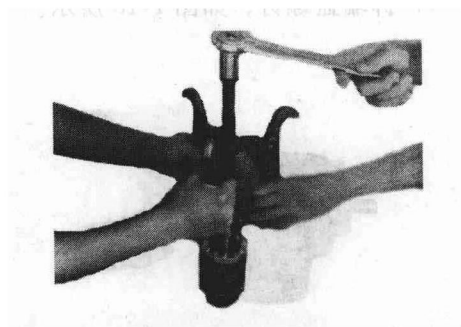

图 1-16 拆电动机轴承
- 8) 拆电动机轴承。选择适当的拉拔器，使拉拔器的角爪紧扣在轴承内圈上，丝杠顶点对准转子轴的中心，缓慢均匀地扳动拉拔器丝杠，轴承就会逐渐脱离转轴而被拆卸下来，如图 1-16 所示。